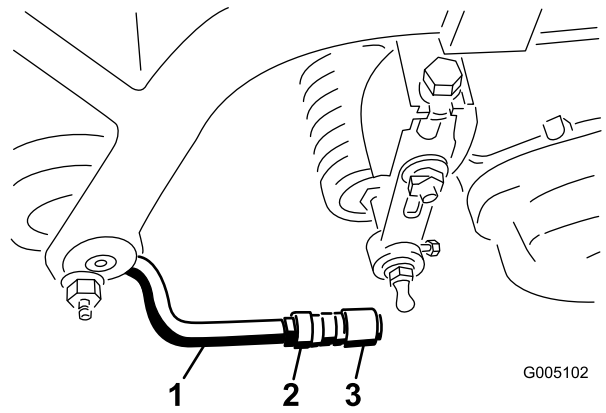

Figura 11
6. Alinee las rótulas de las juntas de manera que la cara abierta de la rótula esté centrada respecto a la bola del espárrago. Apriete las contratuercas para fijar la posición de las rótulas (Figura 11).